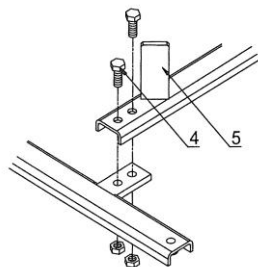

fig. 2
3. Fixez la traverse 2 (n° 5) aux traverses 3 et 1 à l'aide des boulons M12 x 30 (n° 4) et des écrous M12 (fig. 2).